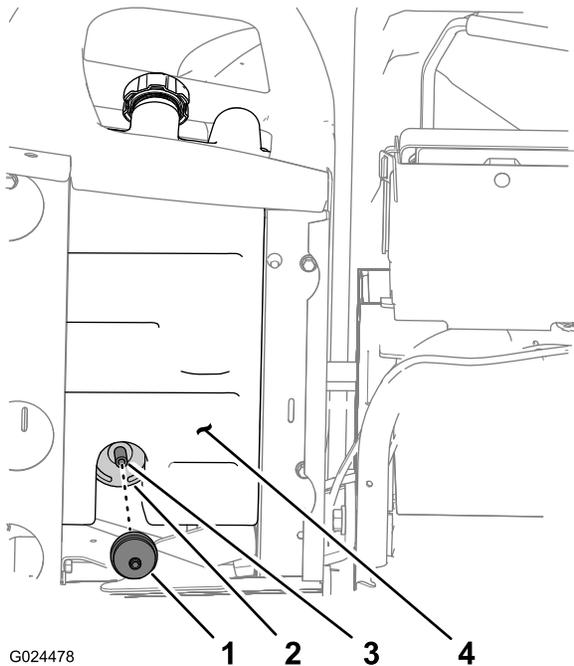

Figura 40
1. Rimuovete il raccordo dentellato del filtro del canister a carboni attivi dal flessibile alla base del canister stesso e rimuovete il filtro (Figura 40).